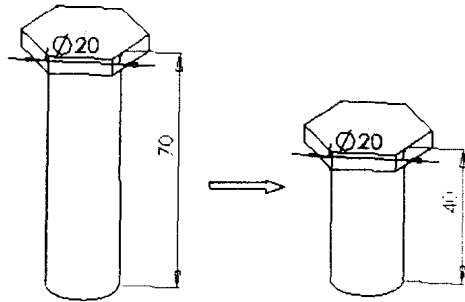

图 1-13 长度尺寸修改后的零件模型
(1) 改变螺栓的长度。如图 1-13 所示,可以通过修改长度尺寸值,直接修改零件模型。